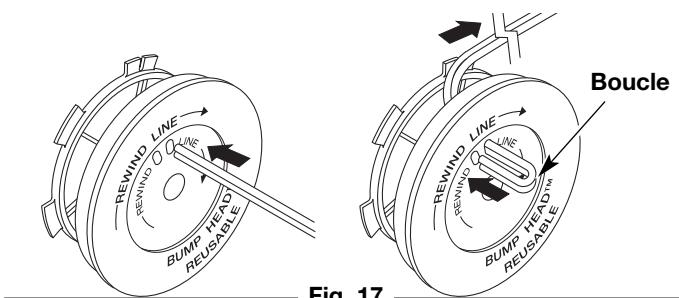

Fig. 17
- Découpez environ 3 m (6 pi) de fil neuf. Insérez une extrémité de fil dans l'un des deux trous du moulinet intérieur (Fig. 17). Tirez le fil jusqu'à ne laisser que 10 cm (4 po) environ.
- Insérez l'extrémité du fil dans le trou ouvert du moulinet et tirez sur le fil pour que la boucle soit le plus petit possible (Fig. 17).